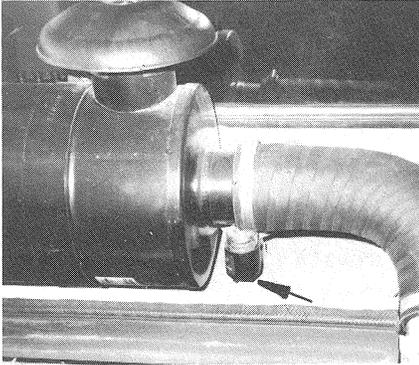

Bild 50
- Vor dem Einbau der Filterpatrone Dichtungen auf Beschädigungen prüfen und Auslöseknopf des Unterdruckanzeigers (Bild 50/Pfeil) eindrücken, das rote "Servicefeld" wird transparent.